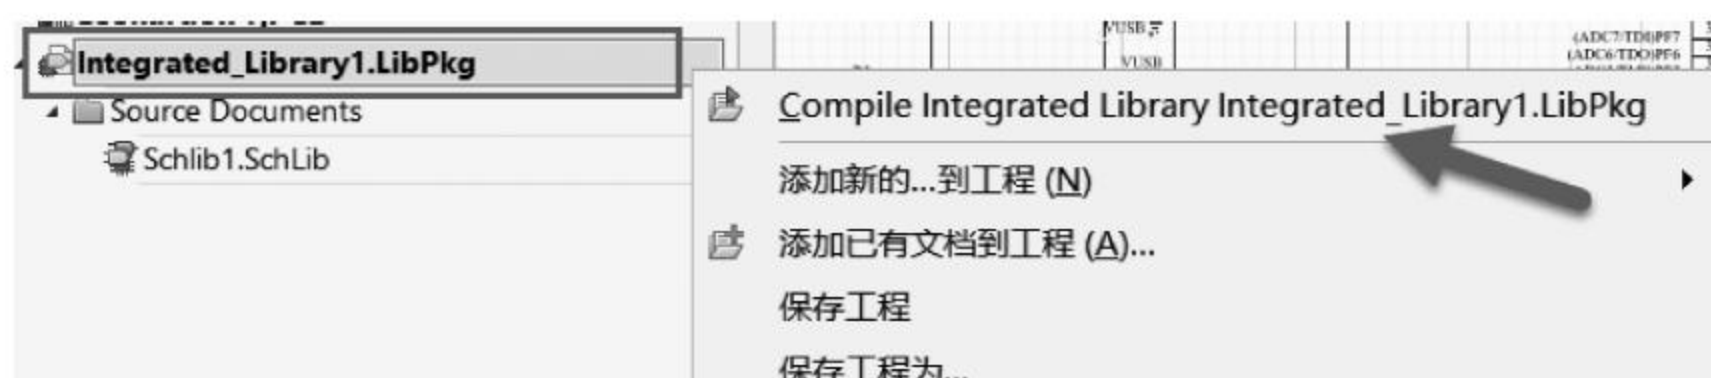

图 3-74 编译集成库
(5) 将光标移动到 Integrated\_Library1.LibPkg 位置,单击鼠标右键,执行 Compile Integrated Library Integrated\_Library1.LibPkg(编译集成库)命令,如图 3-74 所示。